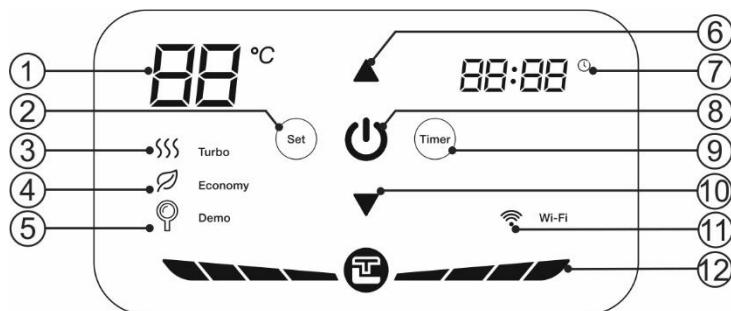

Рисунок 3. Панель управления
Рисунок 3: 1 – указатель температуры, 2 – кнопка «Set», 3 – индикатор «Turbo», 4 – индикатор «Economy», 5 – индикатор «Demo», 6 – кнопка «▲», 7 – указатель времени, 8 – кнопка «I/O», 9 – кнопка «Timer», 10 – кнопка «▼», 11 – индикатор «Wi-Fi» (опционно для моделей Wi-Fi), 12 – индикатор нагрева.
Включение/выключение ЭВН осуществляется кнопкой «I/O» на панели управления (Рис. 3, п.8), при этом на светодиодный индикатор показывает заданную температуру нагрева. Режим «Turbo» включается автоматически, при этом максимальная мощность составляет 2000 Вт. В процессе эксплуатации ЭВН потребитель может выбирать температуру нагрева при помощи двух клавиш «▲» «▼» (Рис. 3, п.6 и п.10). При кратковременно нажатии клавиш значение температуры будет изменяться на 1 градус в секунду, при долговременном нажатии – на 5 градусов в секунду. Диапазон регулировки температуры составляет от 30°C до 75°C, а температура по умолчанию составляет 75°C. Нажмите кнопку «Set», чтобы переключить ЭВН в экономичный режим «Economy». При переходе в экономичный режим включается индикатор экономичного режима, и температура будет заблокирована на значении 55°C при мощности нагрева 1300 Вт. В экономичном режиме температуру нельзя регулировать вручную. Нажмите кнопку «Set» снова, чтобы выйти из экономичного режима.
1. Установка времени включения. Указатель времени (Рис. 3, п.7) должен светиться. Нажмите кнопку «Set», установите значение ЧАСЫ с помощью кнопок «▲»
«▼» (Рис. 3, п.6 и п.10). Кратковременное нажатие изменяет значение +1/-1, длительное нажатие - +5 /-5. Диапазон значения ЧАСЫ: 0-23. Повторно нажмите «Set», установите значение минуты таким же способом.
2. Установка времени выключения. После установки времени включения нажмите кнопку «Set», иконка должна мигать. Нажмите кнопку «Set», установить значение ЧАСЫ с помощью кнопок «▲» «▼» (Рис. 3, п.6 и п.10). Кратковременное нажатие изменяет значение +1/-1, длительное нажатие - +5 /-5. Диапазон значения ЧАСЫ: 0-23. Повторно нажмите «Set», установите значение минуты таким же способом.
3. При установке значения ЧАСЫ таймер отключится, если кнопок кнопок «▲» «▼» (Рис. 3, п.6 и п.10) не касаться более 5 секунд.